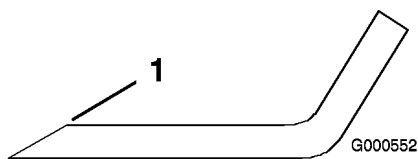
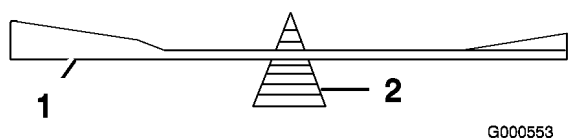

Bild 39
Bild 40
1. Schärfen Sie die Schnittkante an beiden Enden des Schnittmessers mit einer Feile (Bild 39). Behalten Sie den ursprünglichen Winkel bei. Das Schnittmesser behält seine Auswuchtung
2. Überprüfen Sie die Auswuchtung des Schnittmessers auf einer Ausgleichsmaschine (Bild 40). Wenn das Schnittmesser in seiner horizontalen Position bleibt, ist es ausgewuchtet und kann wiederverwendet werden. Feilen Sie, wenn das Schnittmesser nicht ausgewuchtet ist, vom Flügelbereich des Messers etwas Metall ab (Bild 39). Wiederholen Sie diesen Vorgang, bis das Messer ausgewuchtet ist.